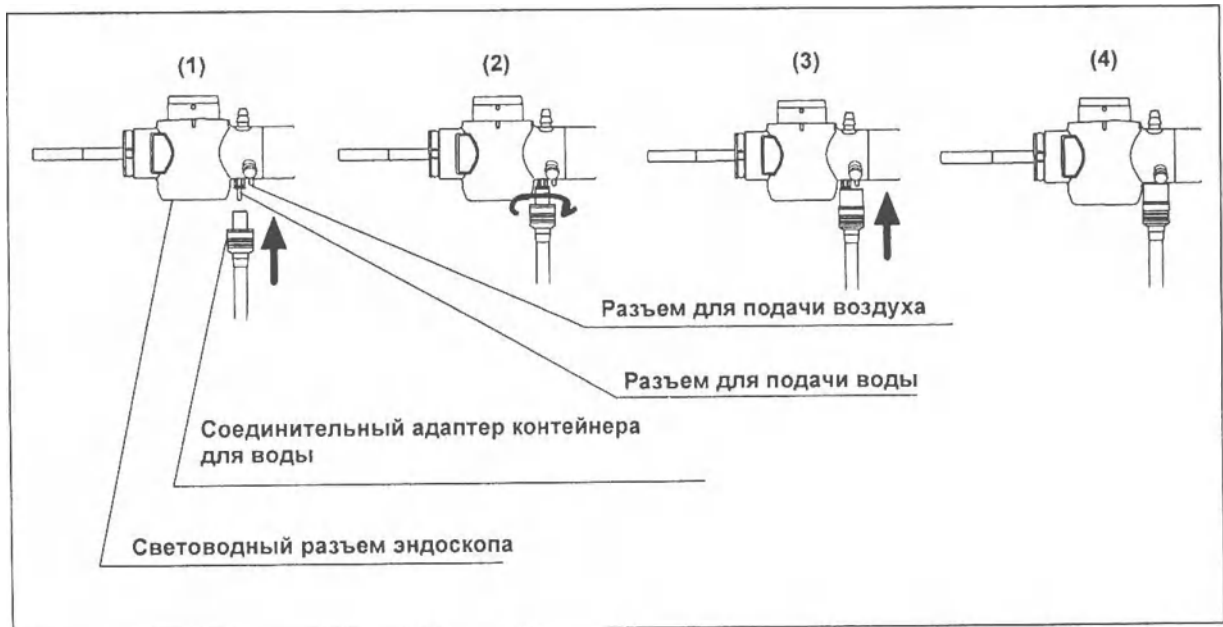

Рисунок 3.16.
3. Подключите соединительный адаптер контейнера для воды к разъему для подачи воздуха и разъему для подачи воды (см. Рисунок 3.16.).